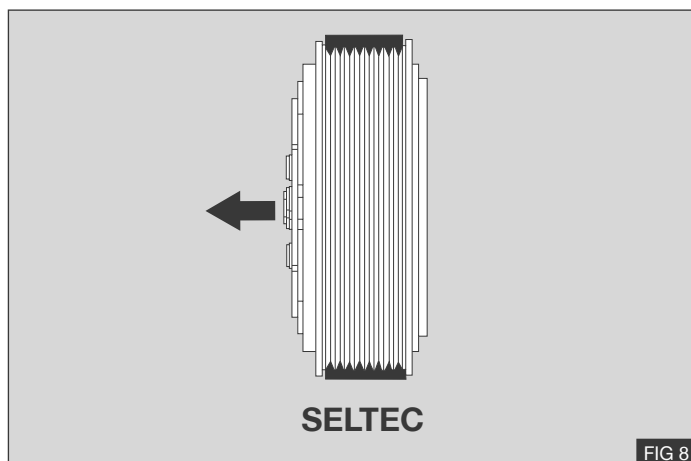

FIG 8
1. Monte la correa de transmisión suministrada ③ como se muestra - Fig 8.